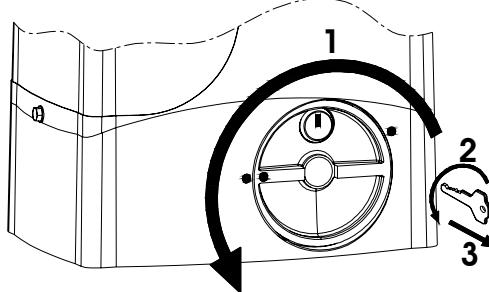

Abb.29
- 1) Das Entriegelungssystem im Uhrzeigersinn bis zum Anschlag drehen, Abb. 29 Bez. 1.
- 2) Den Schlüssel im Gegenuhzeigersinn drehen und vom Schloß abnehmen, Abb. 29 Bez. 2 und 3.